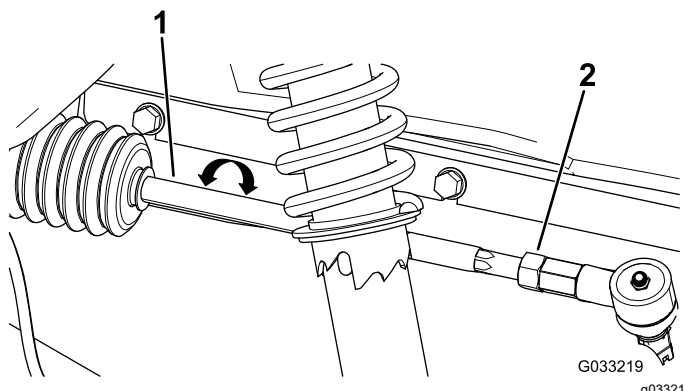

Figura 42
2. Se a medição obtida não se situar entre +/- 0 e 3 mm, desaperte as porcas de retenção nas extremidades das barras (Figura 42).